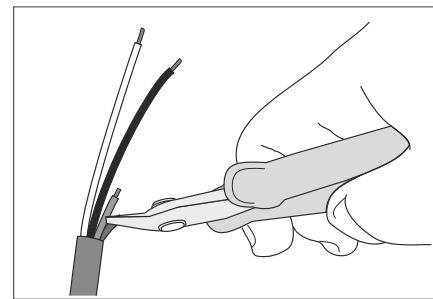

Fig. 3
N.B.: Si raccomanda di tagliare ed isolare i terminali che non verranno utilizzati (vedi fig. 3).
N.B.: Take care to cut and insulate the ends that will not be used (see Fig.3).
Remarque : il est recommandé d'enlever et d'isoler les bornes qui ne sont pas utilisées (voir fig. 3).
Beachte: Es wird empfohlen, die nicht zum Einsatz kommenden Endstücke abzuschneiden und zu isolieren (Abb. 3).